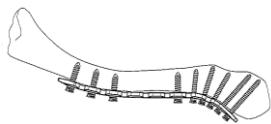

図14
- 1) 全てのスクリューを完全に抜去する前に、一度緩めた状態とし、順次スクリューを抜去します。(図14)